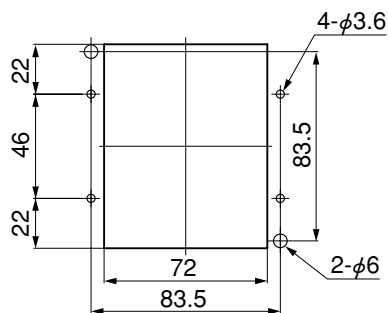

図6-1
- ① UH-1型照明を取付ける場合、セキュリティセンターブロックに孔加工をしてください。(図6-1参照)